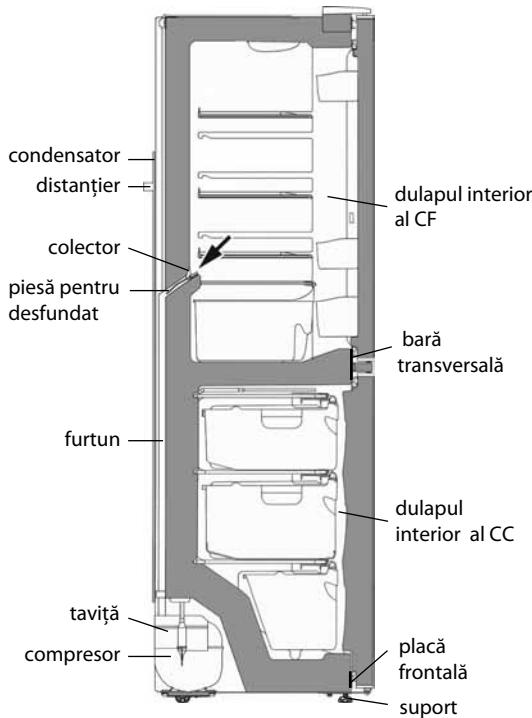

Figura 6 – Schema scurgerii apei rezultate în urma topirii din CF
2.2.1 În CF se folosește un sistem automat de dezghețare. Bruma, care apare pe peretele din spate a CF, după deconectarea compresorului care lucrează în ciclu, se topește și se transformă în picături de apă. Picăturile de apă rezultată în urma topirii se scurg în colector, apoi prin gaura acestuia și prin furtun - în taviță de pe compresor, în conformitate cu figura 6 și se evaporă. Gaura colectorului este dotată cu o piesă pentru prevenirea înfundării sistemului de drenaj.
Prezența apei în colector indică înfundarea sistemului de drenaj. Pentru eliminarea înfundării folosiți piesa corespunzătoare și curătați gaura colectorului, astfel ca apa să se scurgă liber în taviță, apoi spălați piesa și instalați-o în conformitate cu figura 6.
Apa care a apărut pe fundul CF sau care a ajuns în locul de alăturare a barei transversale și a dulapului interior al CF, în conformitate cu figura 6, poate provoca coroziunea dulapului exterior al frigidierului și elementelor agregatului frigorific, defectarea izolației termice, formarea crăpăturilor dulapului interior și defectiunea frigidierului.